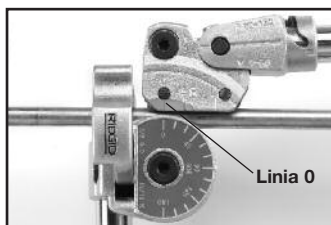

Rys. 2 – Punkt montowania w imadle Rys. 3
1. Chwycić dźwignię wzornika lub zamocować giętkę w imadle. (Rys. 2).